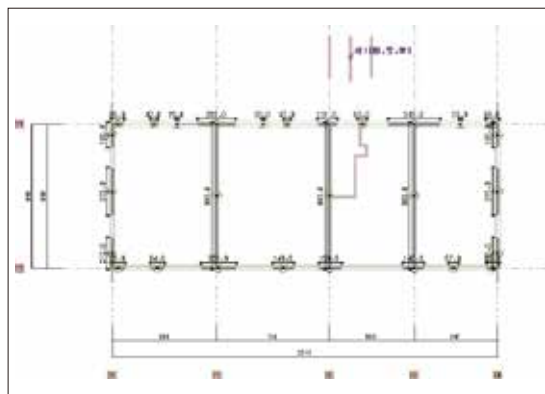

図4 モデル化伏図表示例
- ・開口と開口で挟まれた壁の部分は壁柱に置換し、壁はりも指定された構造階高で線材に置換します。線材への置換はモデル化条件の指定により自動的にを行います(図4,5)。